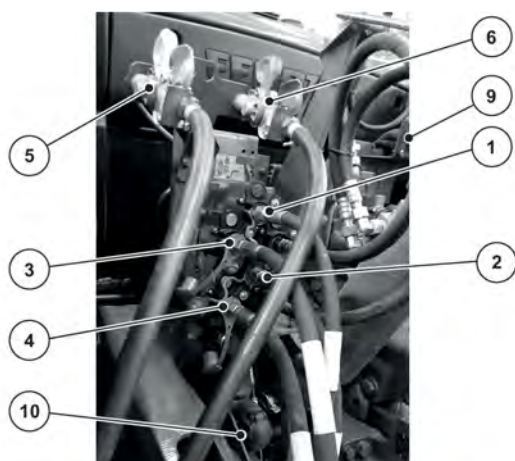

Fig. 26: Anslutningsordningsföljd för maskinkablarna på traktorn
Se Fig. 26
- ▶ Beakta anslutningsföljden: Se *Fig. 26 Anslutningsordningsföljd för maskinkablarna på traktorn*